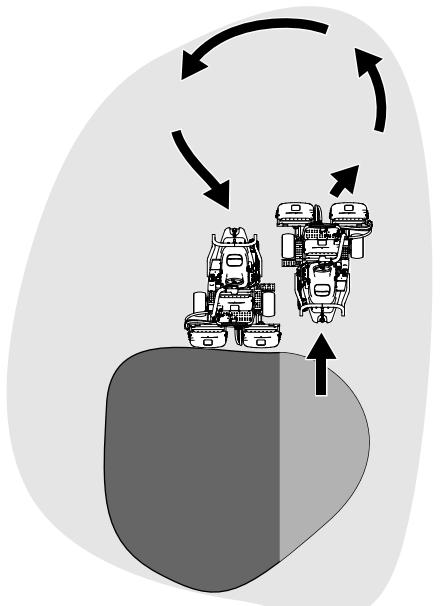

Bild 27
- Verkürzen Sie die Betriebszeit und vereinfachen Sie das Ausrichten für den nächsten Durchgang, indem Sie die Maschine vorübergehend in die entgegengesetzte Richtung und dann in die Richtung des ungemähten Teils drehen. Führen Sie eine tränenförmige Wende durch (Bild 27), um die Maschine schnell für den nächsten Durchgang auszurichten.